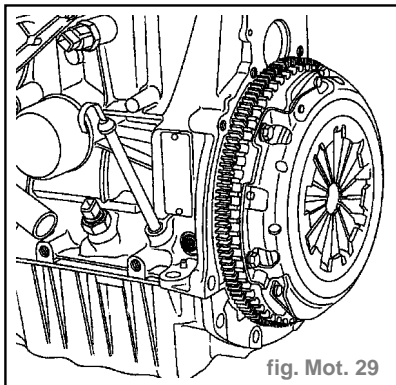

fig. Mot. 29
- Retirer le bouchon de la pige de point mort haut. (fig. Mot. 29)